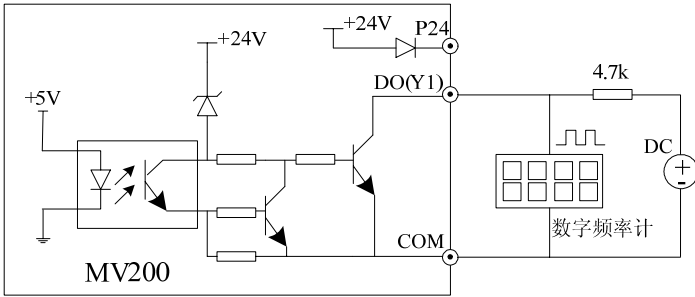

图3-20 输出端子 DO 连接方式 2
4. 数字脉冲频率输出 DO (Y1 端子用作 DO) 也可使用外部电源, 接线方式请参见图 3-20。